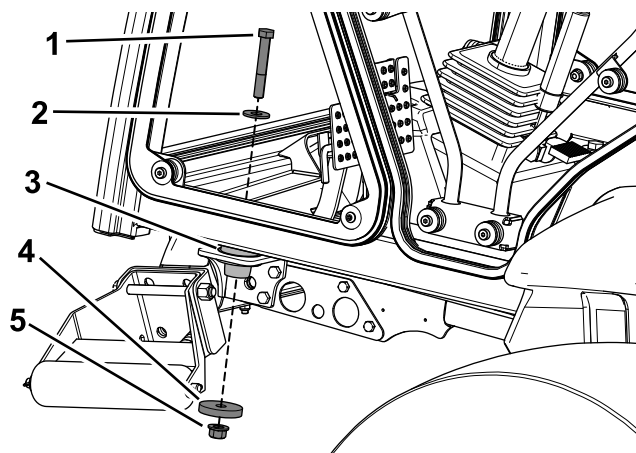

Рисунок 25
5. Присоедините кабину к передним креплениям на машине, используя болт (1/2 x 3-1/4 дюйма), шайбу диаметром 1-3/8 дюйма, шайбу диаметром 2-1/4 дюйма и контргайку (Рисунок 25).